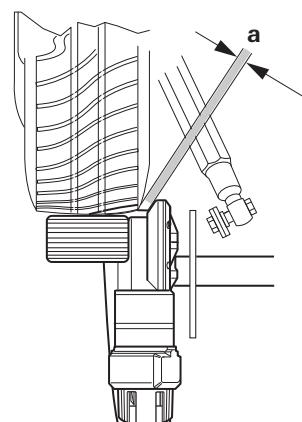

Afb. 34
- Ställ in rätt avstånd (Afb. 34-a) mellan däck och drivrulle med den medföljande avståndsplåten genom att förskjuta drivenheterna i längdriktning. Det flyttbara anslutningsröret medger en anpassning till rambredden. Härvil måste husvagnens vikt belasta hjulen.